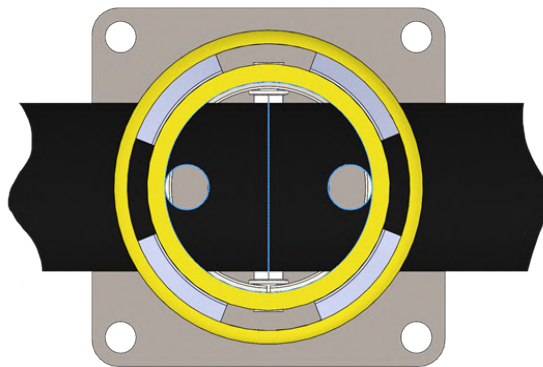

Рисунок 5. Розміщення елементів секції в проміжному стовпі.
2. Вставити елементи секції в проміжний стовп сторонами з отворами діаметром 20 мм, як показано на рис. 5.